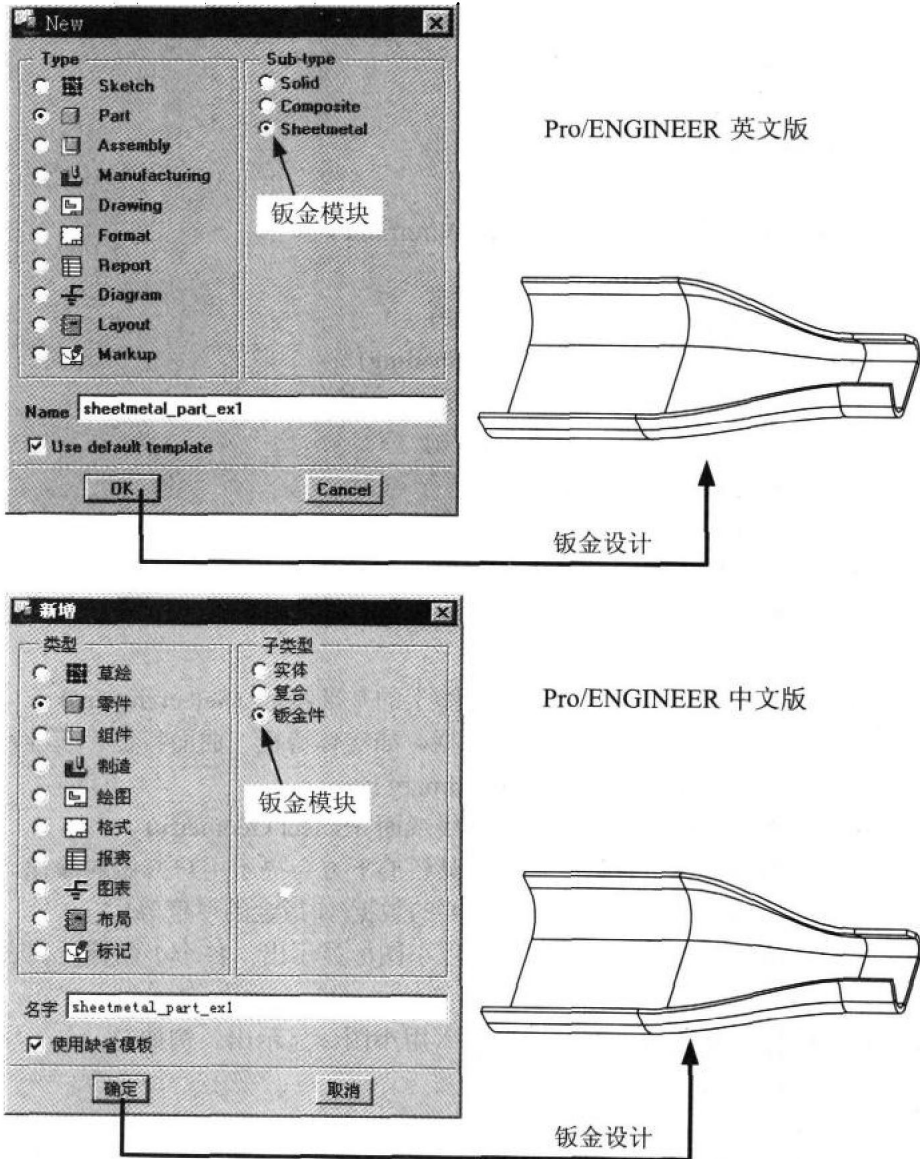

图 1.2
1. 在钣金 (Sheetmetal) 模块中直接创建钣金件，如图 1.2 所示。